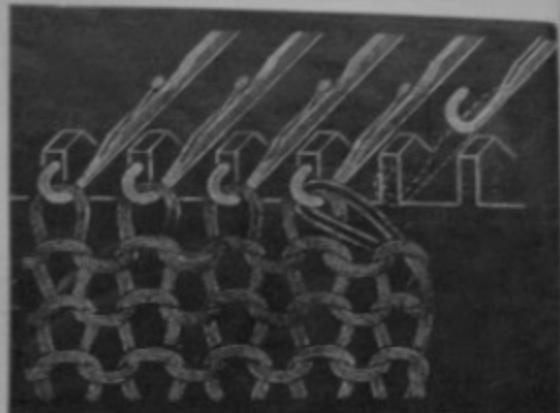

Рис. 27
- Снять деккером петлю с левой кромочной иглы и перевести на правую соседнюю иглу (рис. 27)